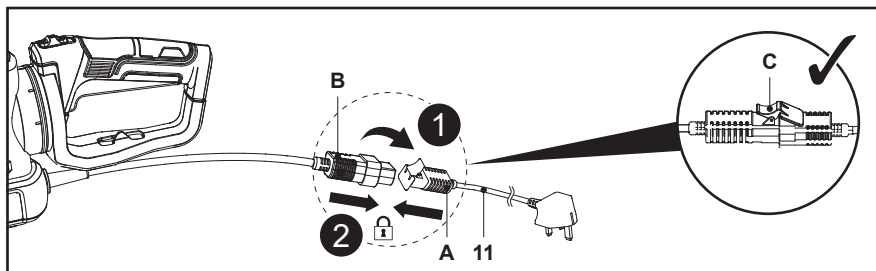

Fig. 2
1. Abra a tampa (C) da tomada (A) no cabo de alimentação (11) e, em seguida, alinhe os pinos da ficha (B) com as ranhuras da tomada (A) e pressione-os para os encaixar. Garanta uma montagem adequada e, em seguida, fixe a tampa (C) na devida posição (Fig. 2, passos 1 e 2).